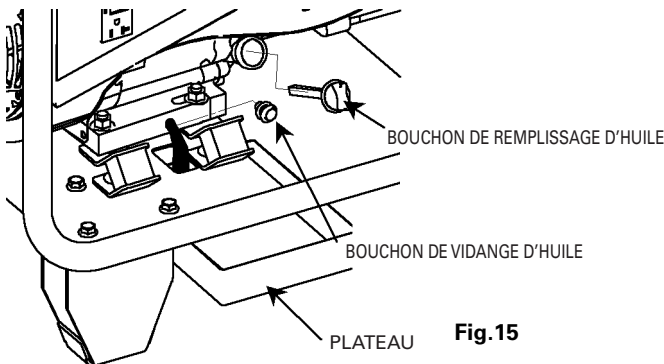

Fig.15
1. Retirer le bouchon de remplissage d'huile et le bouchon de vidange pour vidanger l'huile (Fig. 15).